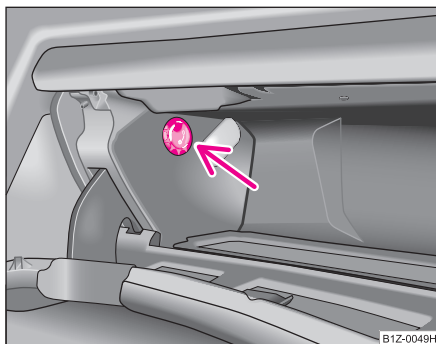

Fig. 100 Compartimento guardaoobjetos: manejo de la refrigeración
- Con el conmutador giratorio ⇒ fig. 100, conecte o desconecte la refrigeración.